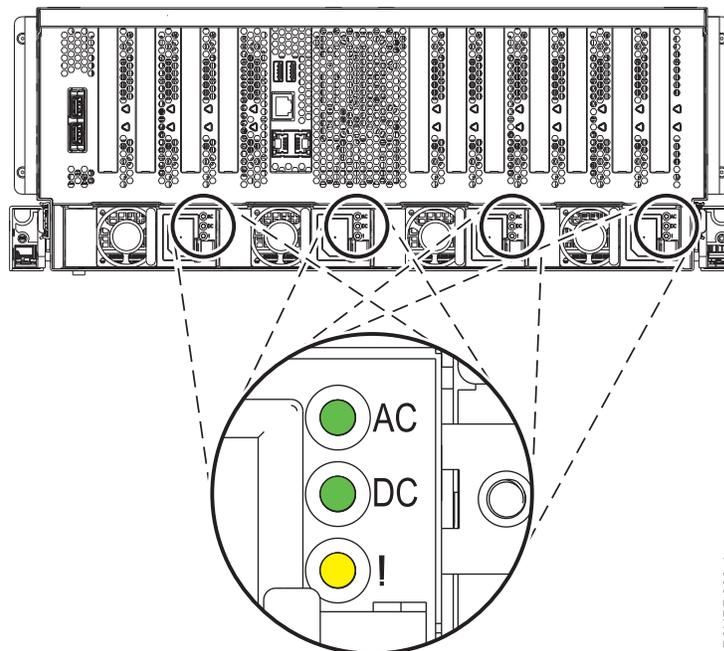

Figura 8. Ubicación de las fuentes de alimentación y de los LED en un sistema 8408-44E o 8408-E8E
4. Localice los diodos emisores de luz (LED) en las fuentes de alimentación. Las fuentes de alimentación están instaladas en la parte posterior del sistema. Figura 8 se muestra la ubicación de las fuentes de alimentación en un sistema 8408-44E o 8408-E8E así como la posición de los LED de la fuente de alimentación.